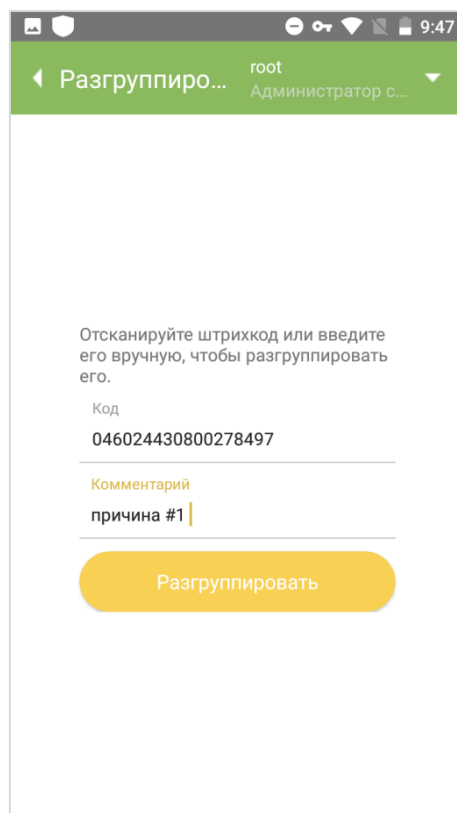

Рисунок 4.1
1. Нажать на иконку «Разгруппировка» в главном меню приложения. Откроется окно для сканирования группового кода гофрокороба или паллеты (Рисунок 4.1).